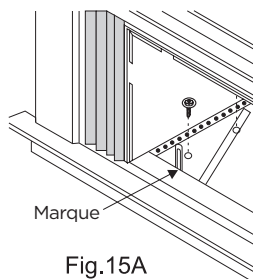

Fig.15A
1. Tenez chaque support de support contre l'extérieur du rebord et fermement contre le bas de l'armoire, tel qu'illustré à la figure 15A. Marquez les supports au niveau supérieur du seuil et retirez-les.